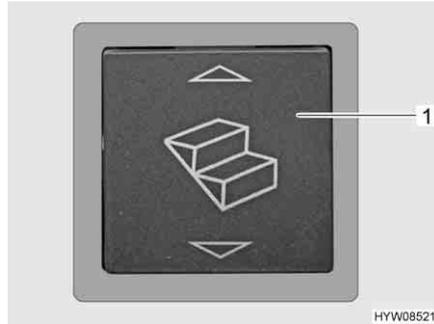

Fig. 1 Pulsador basculante para el escalón de entrada (zona de entrada)
- Pulsar el pulsador basculante (Fig. 1,1) de la zona de entrada.